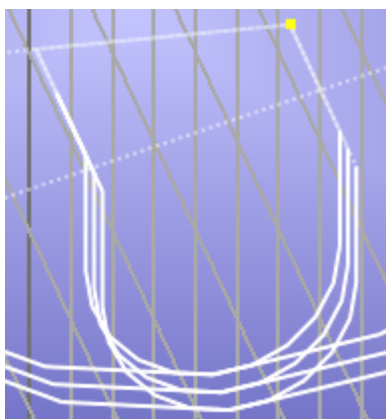

Рис. 1.3.14: Инструмент
5. Показать или скрыть инструмент. Настройка, определяющая, показывать или скрывать инструмент в графике (рисунок 1.3.14). По умолчанию отображение инструмента включено. Примечание: вместо инструмента будет отображен желтый квадратик, обозначающий инструмент (рисунок 1.3.14).